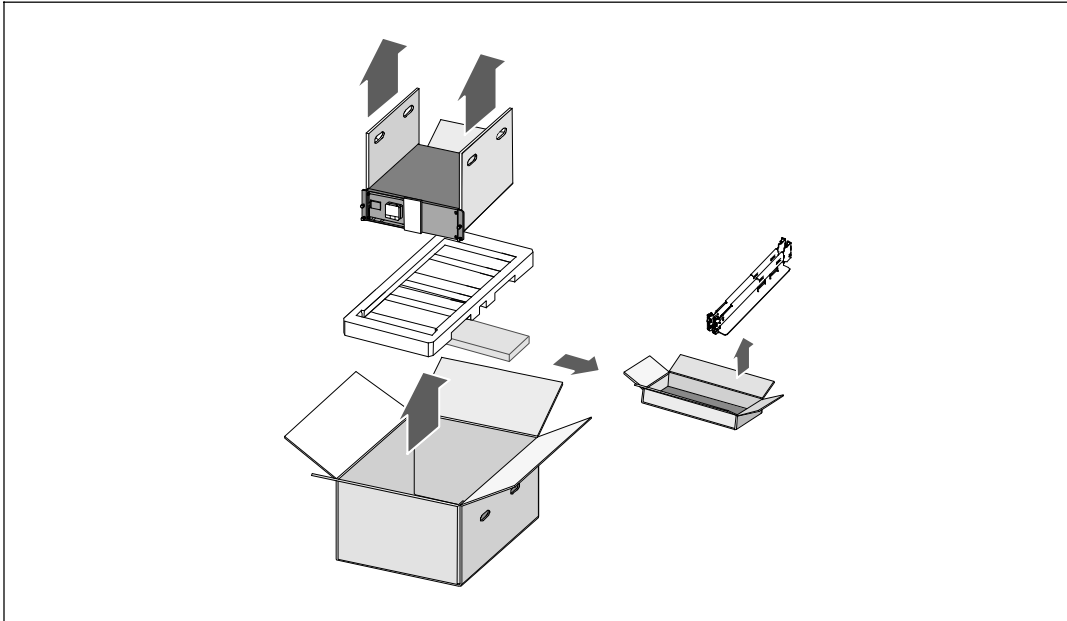

图 3. 拆除机柜和导轨套件
- 2 一人一边使用纸板上的手柄小心将机箱从外面的纸箱中取出，并放到平坦、稳定的平面上（参见图 3）。